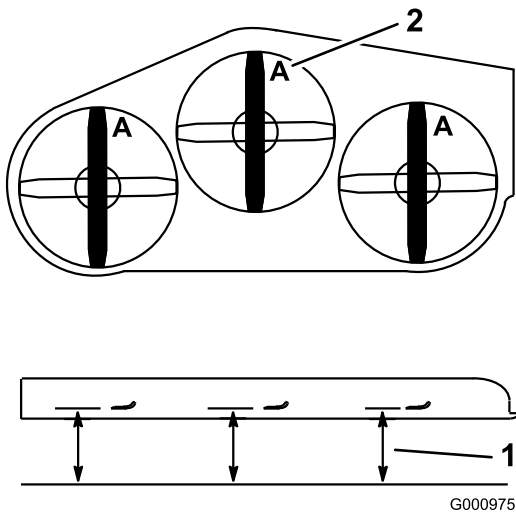

図 73
2. Aの位置で(図 73)、平らな床面からブレードの刃先までの高さを測る。